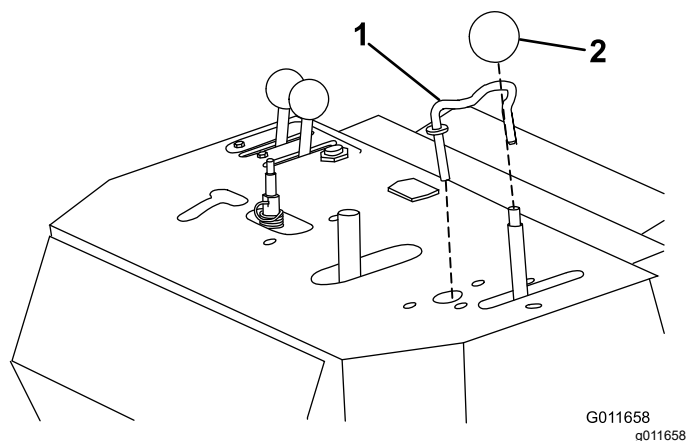

Figura 6
5. Rimuovete la manopola dalla leva di comando della barra (**Figura 6**
6. Da sotto il quadro di comando rimuovete la coppia e la rondella che fissano il dispositivo di bloccaggio della leva di comando della barra e rimuovetelo (**Figura 6**).